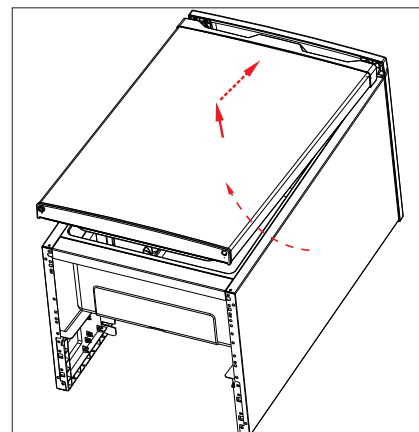

Fig. 11
- Vuelva a poner la puerta del congelador en la cámara congeladora desplazando la puerta ligeramente inclinada desde abajo hacia arriba (fig. 11). Al hacerlo, preste atención a que la espiga de la bisagra superior entre en el casquillo de bisagra de la parte superior de la puerta del congelador y que la junta cierre correctamente el borde de la carcasa.